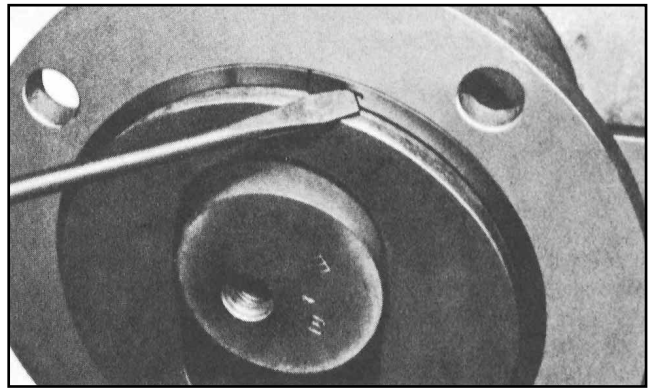

Figura 4-3. Desmonte típico del anillo retenedor
2. Retire la brida de descarga (1400) desenroscando el anillo sujetador (1800) y retire el empaque del estator (1200). Retire el anillo retenedor del estator (R) y el anillo sujetador (1800) del estator (6500).
4. Destornillar el anillo sujetador (1800) del cuerpo de succión, retire el estator del rotor, gire el estator mientras realice este desmontaje. Use un destornillador para retirar cuidadosamente los anillos retenedores. Retire el anillo sujetador (1800) del estator (6500). Observe la figura 4-3 para retirar el anillo retenedor.